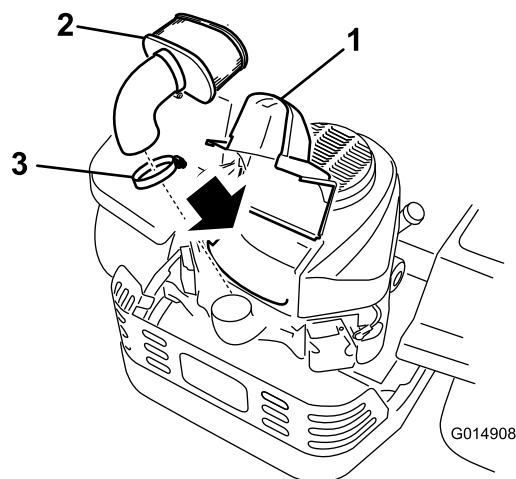

Figura 37
4. Levante a cobertura e remova o dispositivo de abraçadeira de tubos que fixa a estrutura de filtro do ar ao motor (Figura 37).
5. Solte o dispositivo de abraçadeira de tubos e retire o elemento de papel (Figura 37).